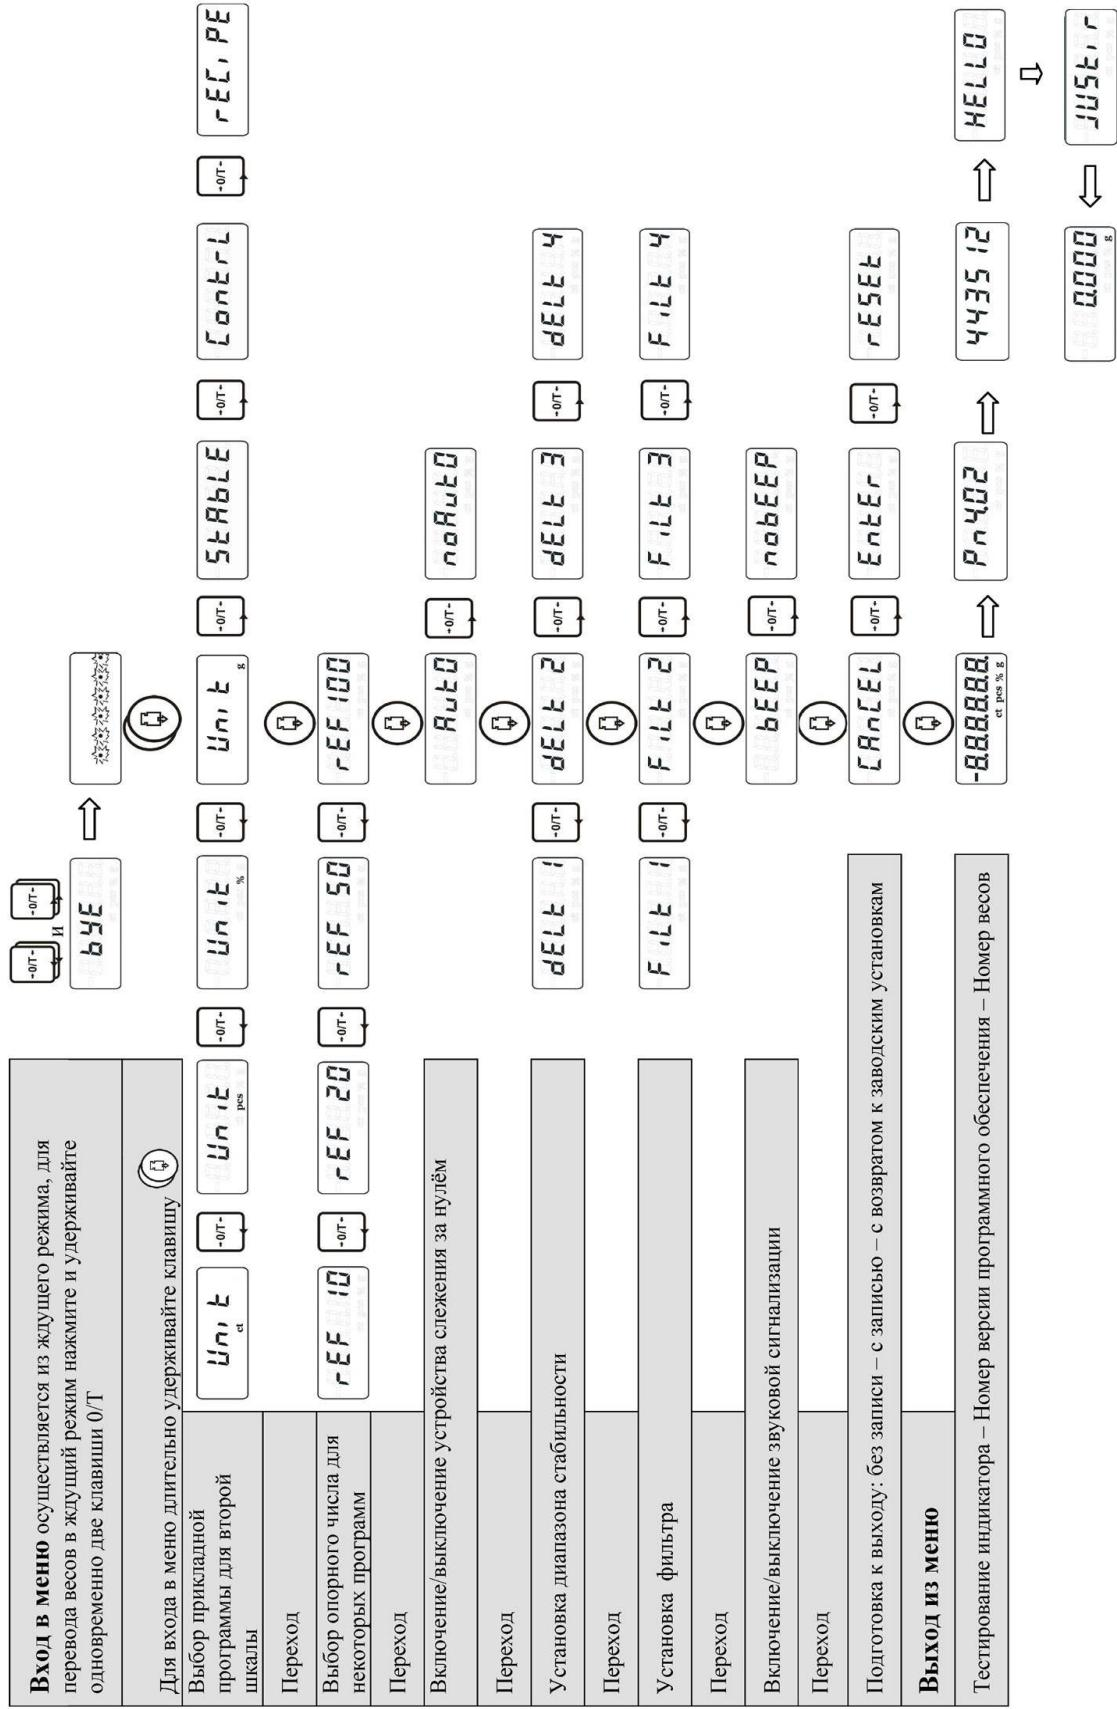

Рисунок 5 – Конфигурация меню
- Переход к следующей опции (рисунок 5) осуществляется коротким нажатием клавиши  . Чтобы вернуться к пройденной опции, необходимо заново войти в меню.
Установка программы (Рисунок 5)